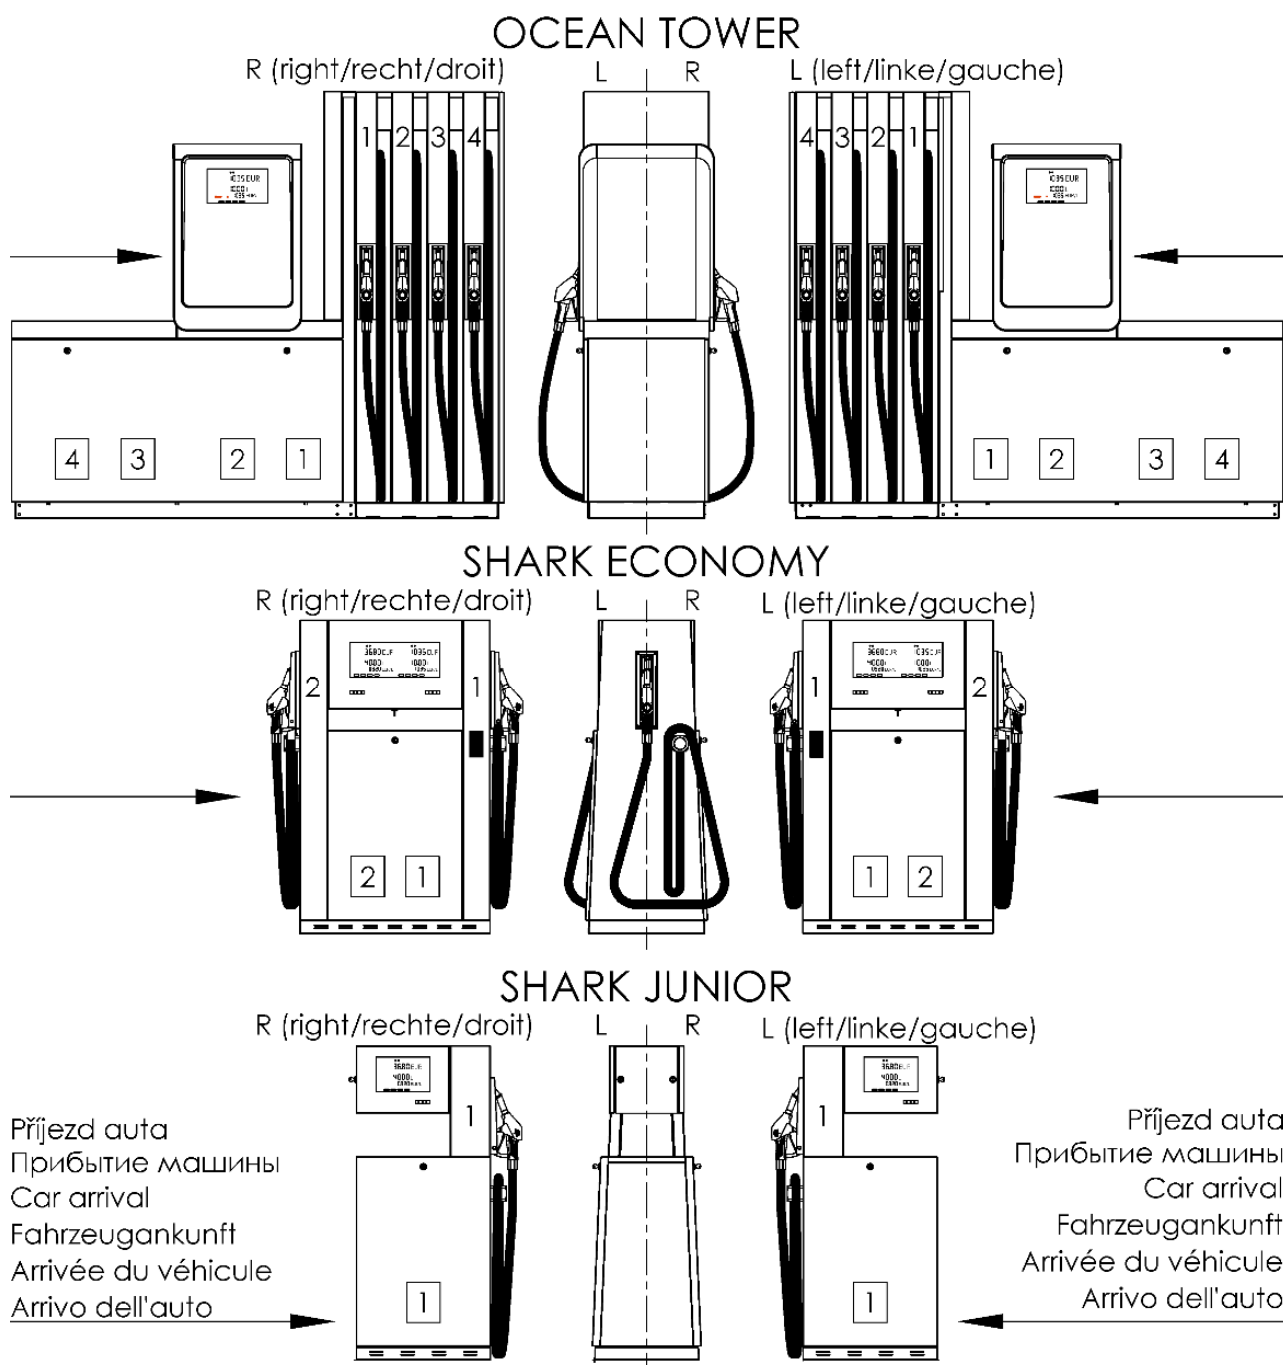

Figura 1 - Sistema di marcatura distributore con direzione di arrivo consigliata
Figura 1 illustra il Sistema di marcatura e ordinamento dei distributori TATSUNO EUROPE. I distributori in cui non è chiaro se il lato sinistro (R) o destro (L) del distributore riguarda (SHARK ECONOMY), la posizione della targhetta che è sempre più vicina al prodotto Nr. 1 e pistola Nr. 1 (1A) è decisiva. Nel caso di un distributore a doppio lato, il lato destro